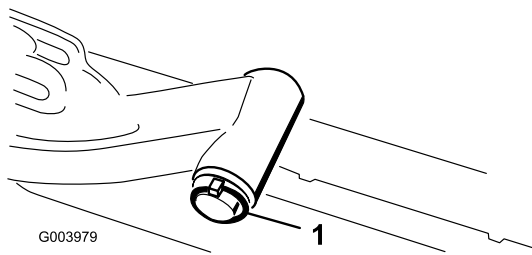

Bild 18
- A. Nehmen Sie den Klappstecker und die Scheibe ab, mit denen die Gelenkwelle des Hubarms am Hubarm befestigt ist. Schieben Sie die Gelenkwelle des Hubarms aus dem Hubarm (**Bild 18**).
- C. Setzen Sie die Hubarmwelle in den Hubarm ein und befestigen sie mit der Scheibe und dem Klappstecker (**Bild 18**).